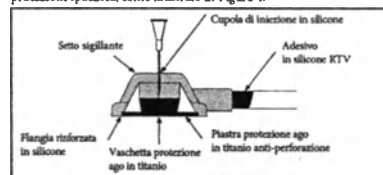

FIGURA 4
b) Far penetrare l'ago nell'unità di iniezione finché non viene arrestato dalla protezione specifica, come illustrato in Figura 4.